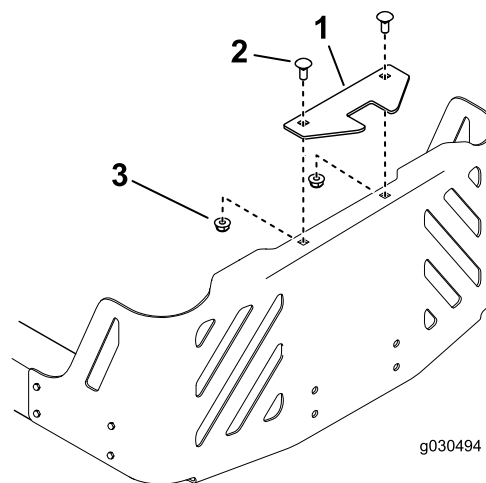

Figure 10
Remarque: Le support de stabilisation est seulement utilisé sur les modèles 2015 et suivants (Figure 10).
1. Fixez le support de stabilisation à la protection du moteur au moyen de 2 boulons de carrosserie (5/16" x 3/4") et 2 contre-écrous (5/16") (Figure 10).